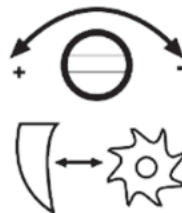

Fig. 8
4. Tournez lentement le bouton de réglage [5] dans le sens des aiguilles d'une montre jusqu'à entendre des bruits de grattage (Fig. 8, 9). De petits copeaux d'aluminium doivent tomber par la goulotte d'évacuation.